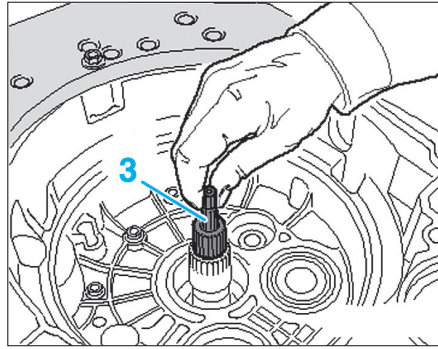

Fig. 9
- Retirer l'arbre de pompe à huile (3) (Fig.9).